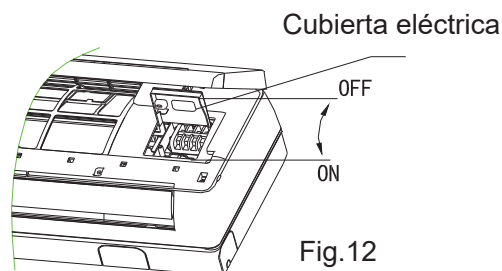

Fig.12
- Afloje el tornillo en la tapa de conexión. (Fig. 12)